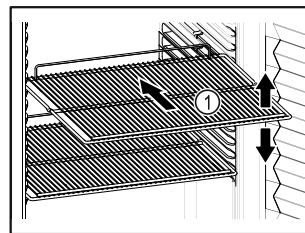

Fig. 63 Primjer izgleda
- Ako su rešetke za polaganje Fig. 63 (1) pomične, prilagodite ih po visini.